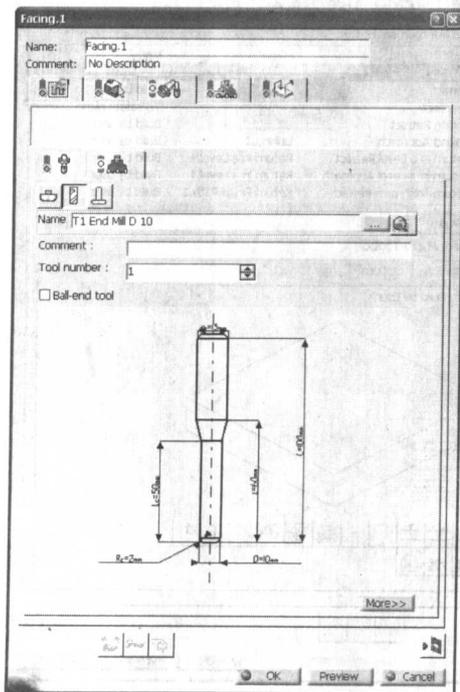

图 1-20
(1) 单击“刀具参数”标签 , 如图1-20所示,默认状态是选用了一把立铣刀 , 而这里需要使用一把端铣刀来进行端面加工。单击“端铣刀”按钮 , 在Name文本框中